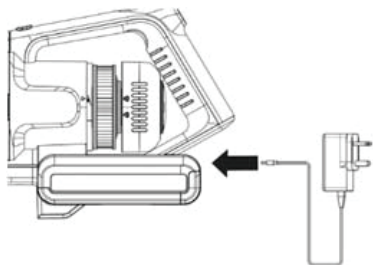

Bild 1
2. Sätt i adaptersladden i DC-uttaget i änden av dammsugarhandtaget och anslut adaptern till eluttaget. (Bild 1)